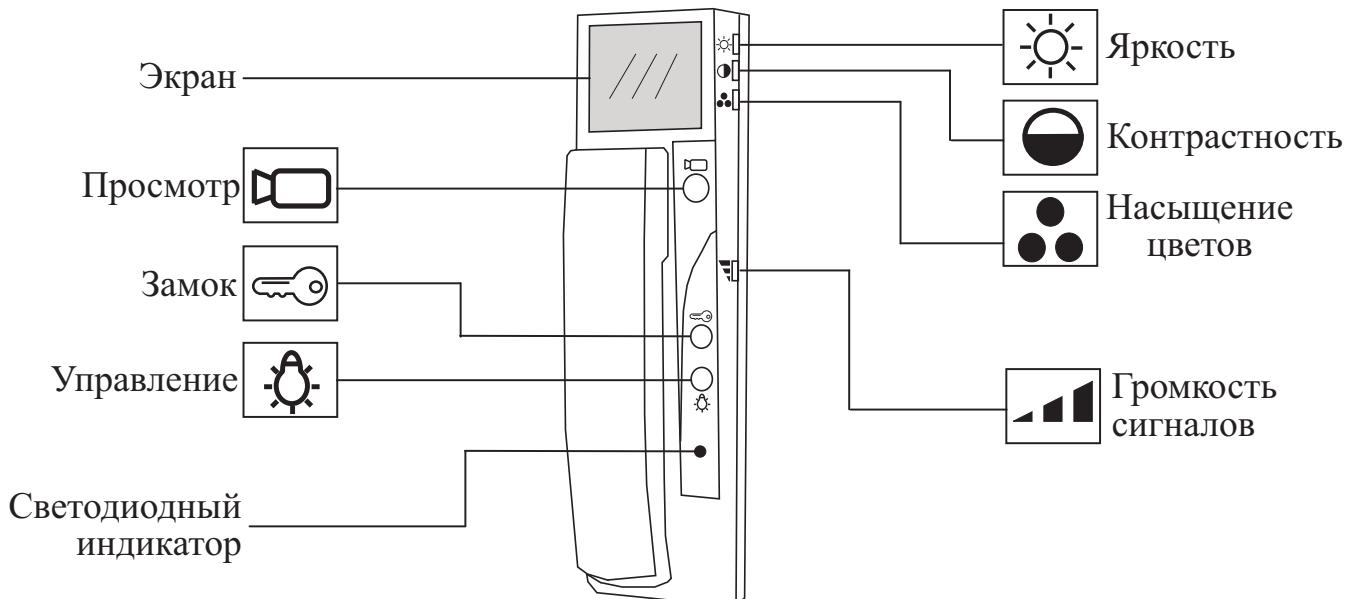
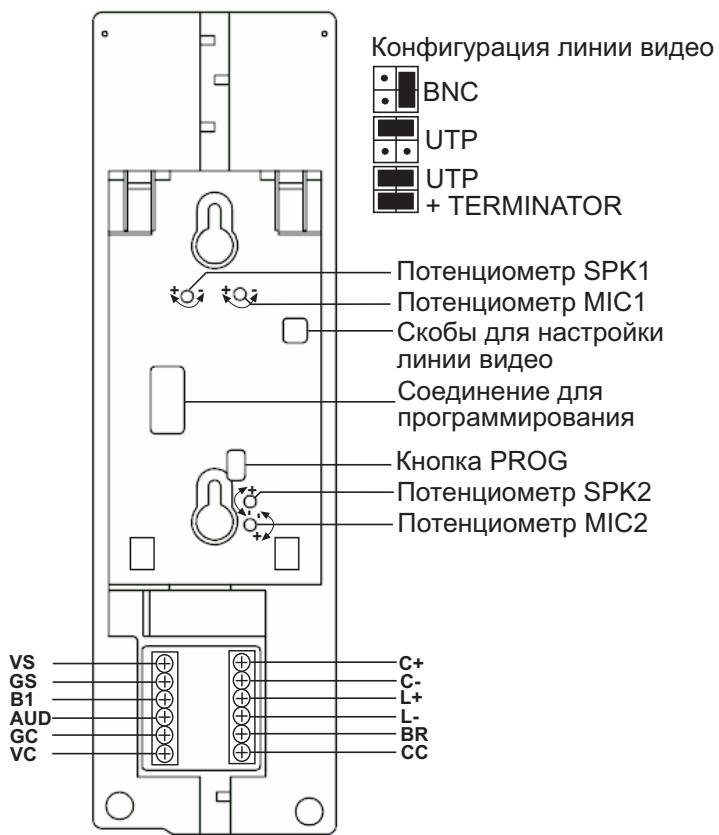
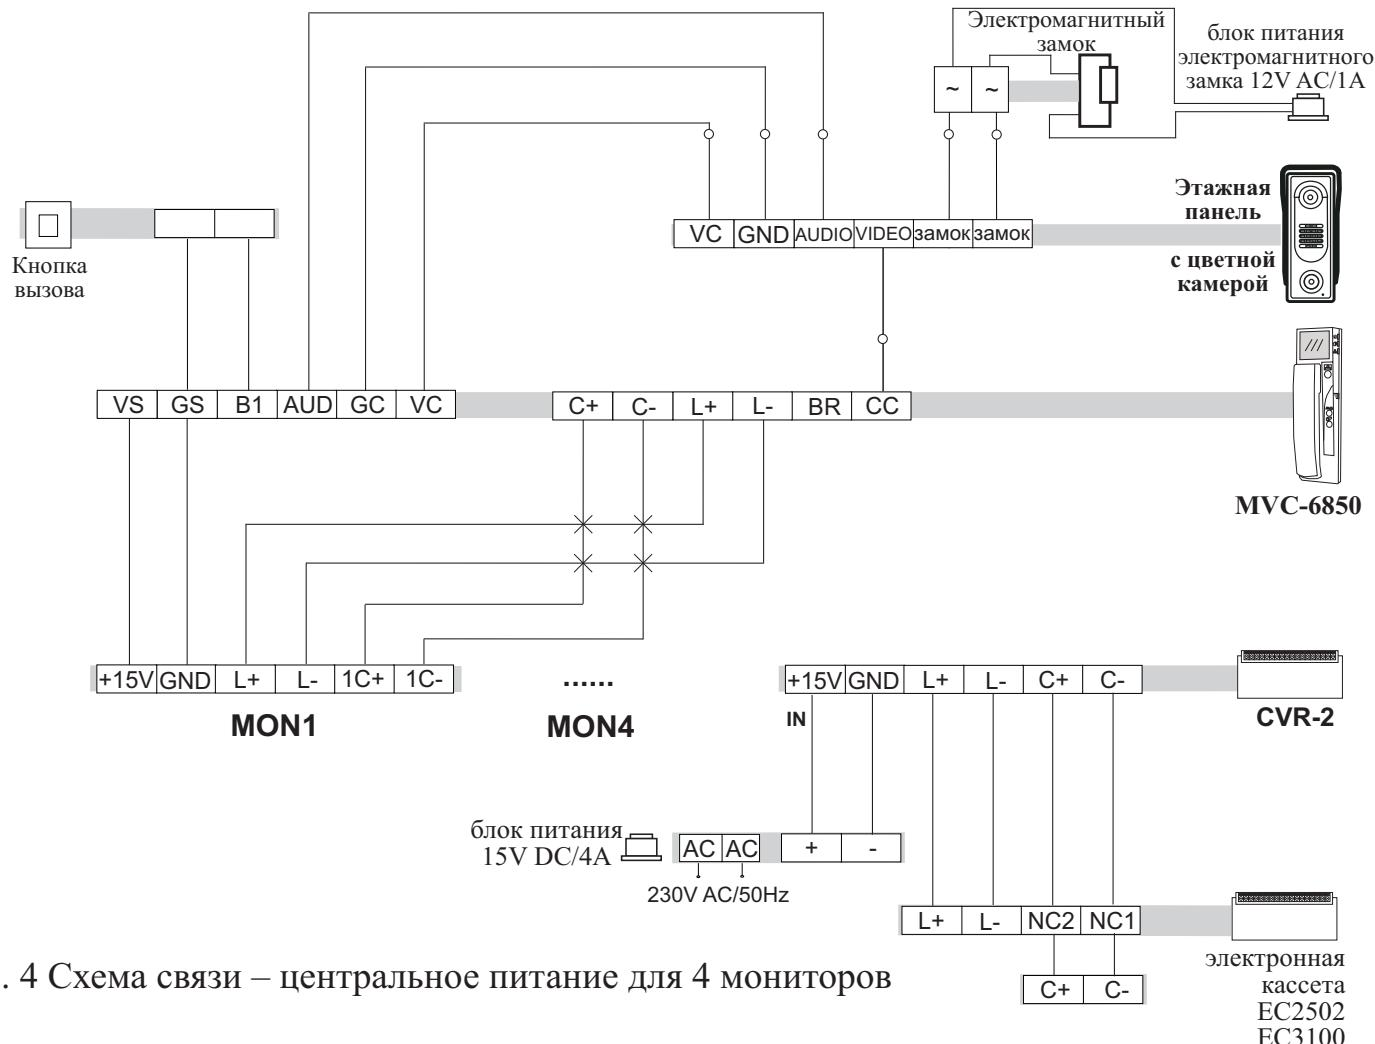
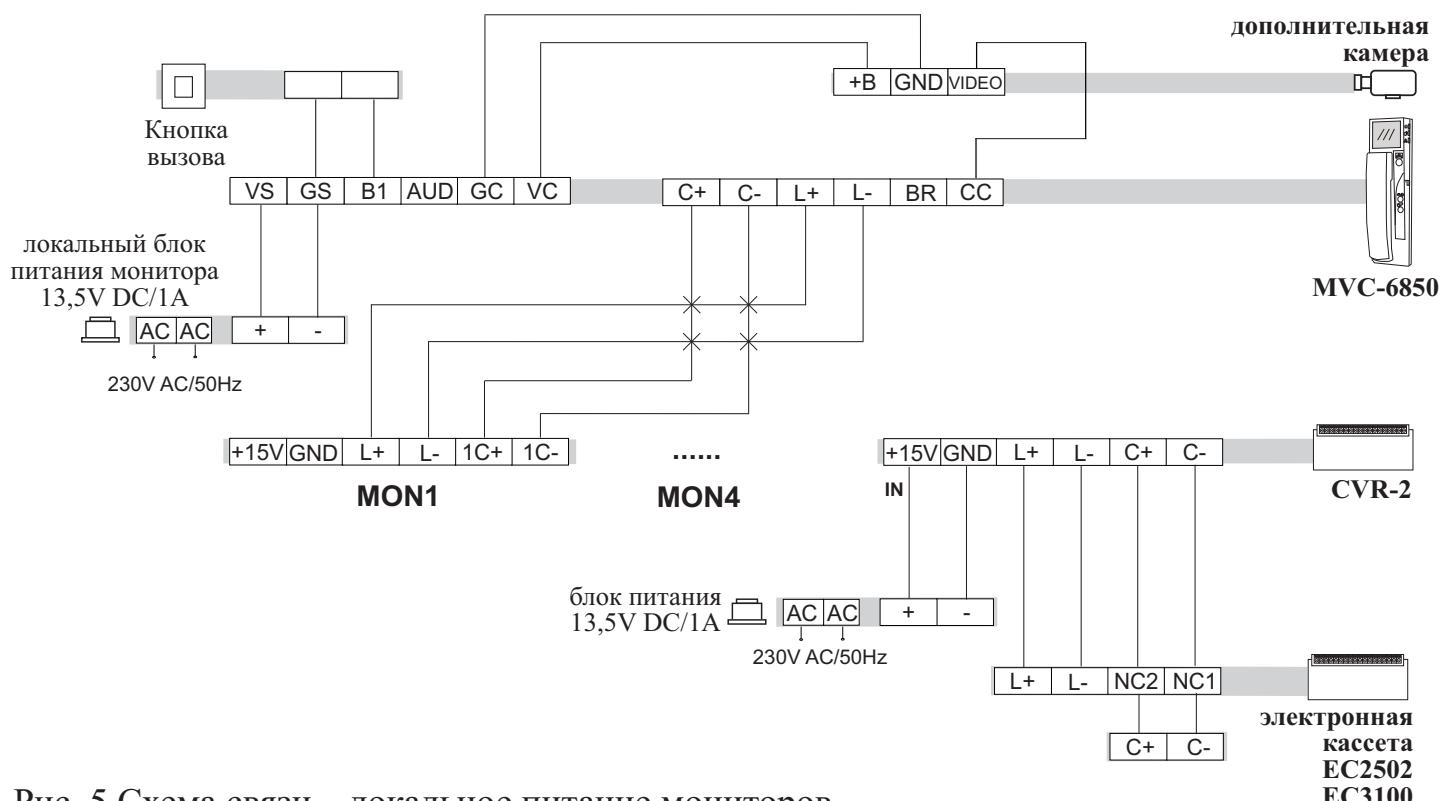

Рис. 1 Вид монитора MVC-6850
Рис. 2 Видна монитора MVC-6850 с зада
Рис. 4 Схема связи – центральное питание для 4 мониторов
Рис. 5 Схема связи – локальное питание мониторов
Для питания монитора используйте индивидуальный стабилизированный блок питания **13,5V DC/1A** (рис.5) или распределитель сигнала видео CVR-2, к которому подключён центральный блок питания **15V DC/4A** (рис.4).
Схема подключения монитора к системе CD и этажной панели (или поочерёдно цветной камеры) представлено на рис. 4 и 5, расположение функциональных кнопок на рис.1, а расположение гнёзд и элементов регулирующих монитор на рис. 2.
Расположение кнопок и сигнализирующего диода представлено на рис. 1 и 2.
- 4.1. Трижды нажимаем кнопку PROG на плате сзади монитора (см. рис. 2) – необходимо это сделать во времени непревышающем 3 с. Монитор переходит в режим программирования, что сигнализируется коротким миганием сигнализирующего диода LED.
В зависимости от топологии системы для передачи видео сигнала доступны три способа установки для настройки видео линии. Данные установки производятся соответствующими скобами доступными в отверстии сзади корпуса монитора (см. рис. 2 или наклейку сзади монитора).